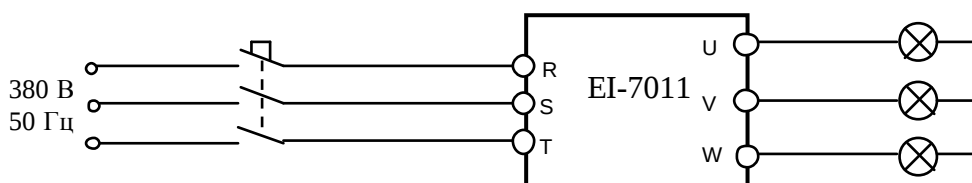

Рис. 4.11. Подключение ПЧ к сети 3ф 380В
- 4.10.1. Подключить три лампы к выходным клеммам U, V, W преобразователя частоты. Подать питание ~380 В 3Ф (рис. 4.11).